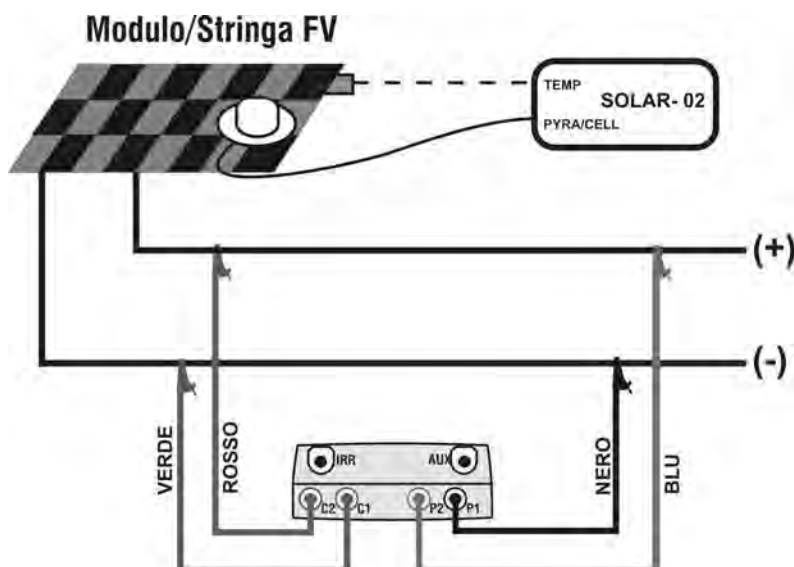

Fig. 11: Collegamento dello strumento al modulo/stringa FV
22. Collegare lo strumento al modulo/stringa in prova come mostrato nella seguente Fig. 11. In particolare collegare il polo Negativo in uscita dal modulo/stringa ai terminali P1, C1 e il polo Positivo in uscita dal modulo/stringa ai terminali P2, C2. In modalità di attivazione misura "**Auto**" è raccomandato l'uso dell'accessorio opzionale KITKELVIN